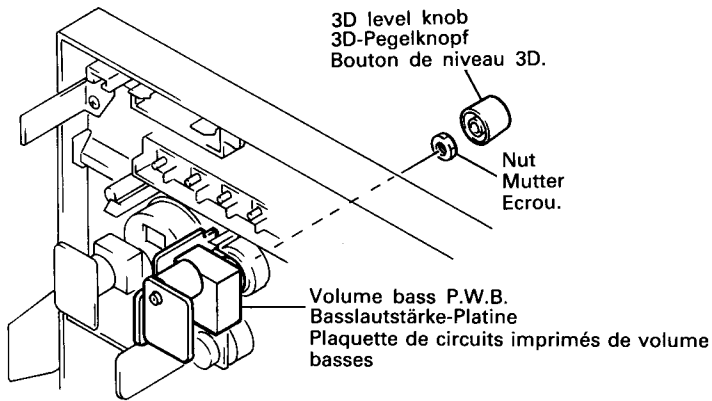

Fig. 12 Abb. 12
**13. Potentiometer-Platine 2 (Abb. 12)**
**13. Plaquette de circuits imprimés de volume 2 (Fig. 12)**